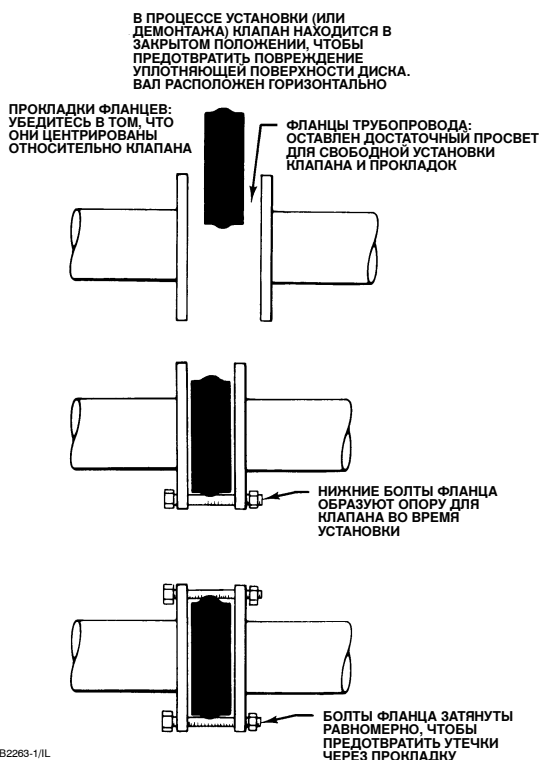

Рис. 4. Порядок установки
Дополнительная информация показана на рис. 4.
• **Для бесфланцевых клапанов:** Сначала установите нижние болты, чтобы создать опору для клапана (см. рис. 4). Параметры болтов приведены в таблице 5.